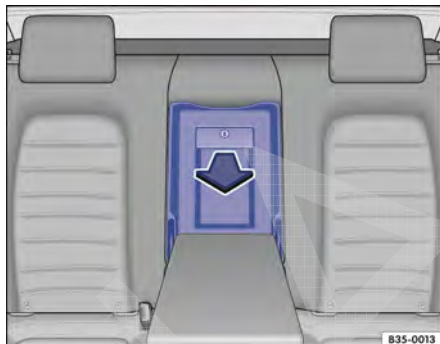

Fig. 191 No encosto do banco traseiro: abrir o dispositivo para transporte de objetos longos.
- Puxar a alavanca de destravamento → Fig. 191 e rebater a tampa do dispositivo para transporte de objetos longos completamente para a frente, na direção da seta.